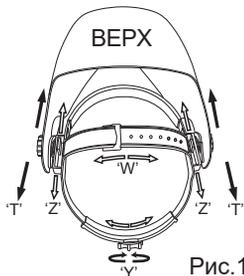

Рис.1
Общая окружность наголовного крепления может быть увеличена или уменьшена вращением ручки на задней стороне наголовника. (см. положение регулировки "У" на Рис. 1) Данную регулировку можно производить при уже надетой маске, чтобы достичь подходящий уровень фиксации, чтобы маска крепко держалась на голове без чрезмерного сдавливания.
- Если наголовное крепление располагается слишком высоко или слишком низко на голове, отрегулируйте полосу, которая проходит над верхней частью головы. Для этого ослабьте конец полосы, вытолкнув фиксатор из отверстия в полосе регулировки. Сдвиньте полосу регулировки для увеличения или уменьшения общей её ширины, подогнав под нужную ширину, и протолкните фиксатор в ближайшее отверстие. (см. положение регулировки "W" на Рис. 1)
Шаг 1: Открутите стопорную гайку (см. поз. "Т" на Рис. 1), чтобы отрегулировать расстояние между маской и лицом в нижнем положении.